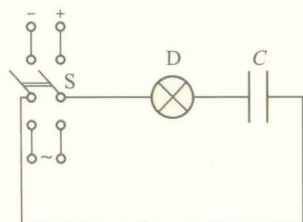

图 2-4-1
1. 图 2-4-1 中 D 为小灯泡， C 为电容器， S 为双刀双掷开关。把开关接到直流电源上，观察小灯泡的发光情况。再把开关接到交流电源上，观察小灯泡的发光情况。